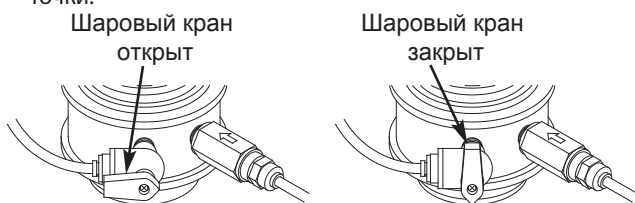

РИС. 34
- Убедитесь в том, что шаровый кран на адаптере горловины находится в открытом положении (см. Рисунок 34).